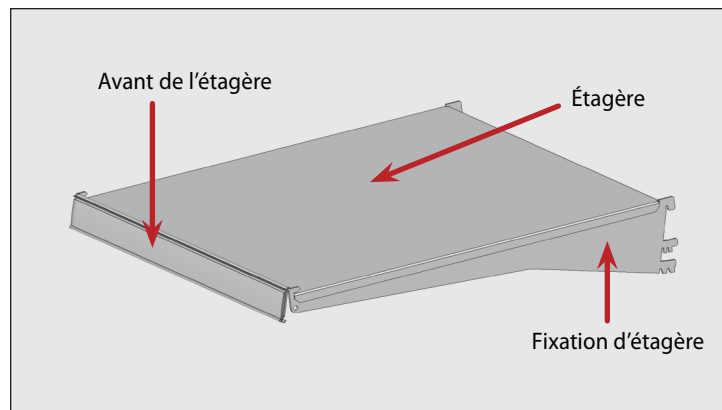

Fig. 1. Composants de l'étagère en porte-à-faux.
1. Positionnez les fixations d'étagère à l'avant de l'installation standard des étagères à la hauteur souhaitée. Voir fig. 1.